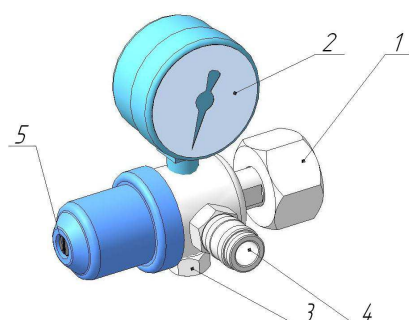

Рис.1 Редуктор ЗАР 6-10-4,5 ДЖЕТ 381 00 00 00
4.1 Внешний вид редуктора показан на рис. 1